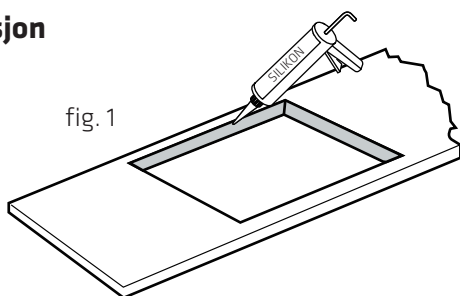

fig. 1
1. Klipp arbeidskoppen til de angivne dimensionene (se fig. 1) med passende verktøy. Forsegl alle rå skjærkanter av arbeidskoppen med silikon eller PTFE segelmiddel og la den tørke helt før den installeres.